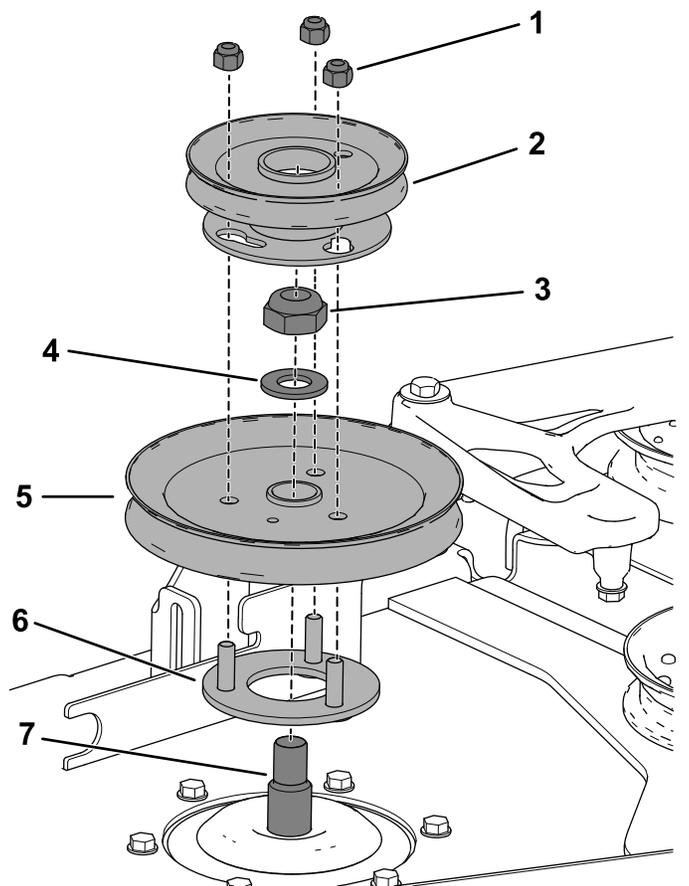

Figura 29
- Inserite le viti prigioniere filettate sul supporto della puleggia attraverso i fori presenti nella puleggia del piatto (Figura 29).
per fissare la puleggia del piatto all'asse del fusello (Figura 29).
- D. Sistemate la puleggia del soffiatore sulle viti prigioniere filettate e montate, senza serrarlo, il dado di bloccaggio (Figura 29).